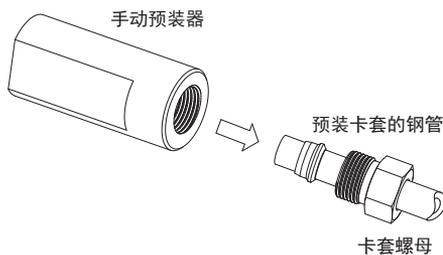

图7
5. 松开卡套螺母, 从预装器上移开已装好的卡套端(图7)。